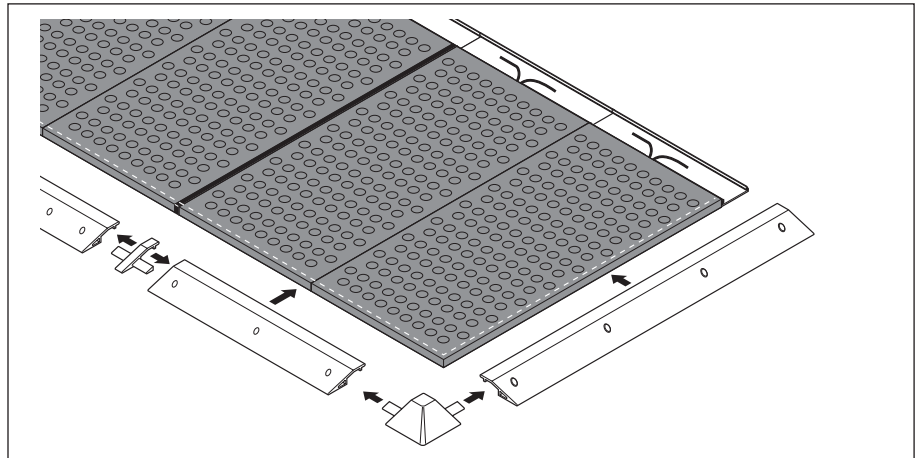

Abb. 5-7: Rampenschienen zusammenstecken und positionieren
2. Rampenschiene (4) mit Hilfe der Verbindungskeile und Eckverbinder zusammenstecken (siehe Abb. 5-7, S. 12)